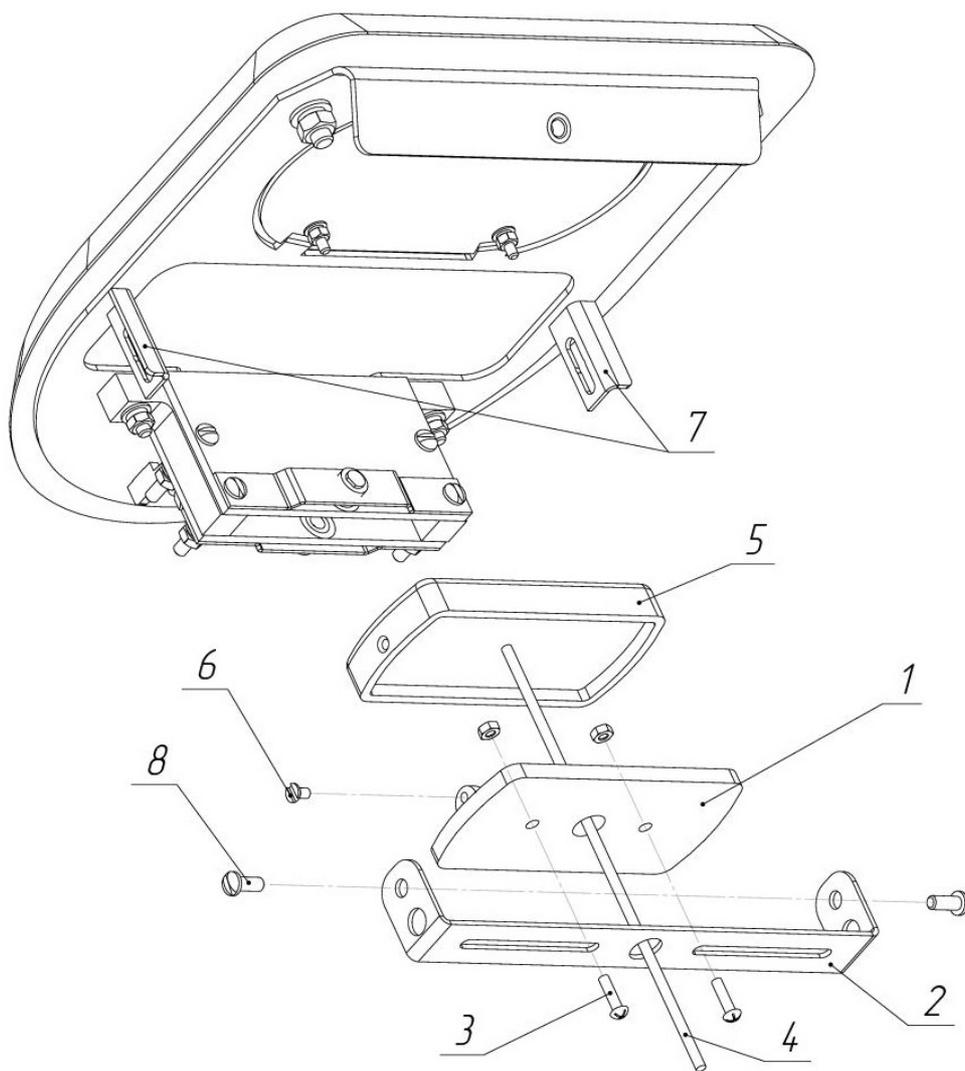
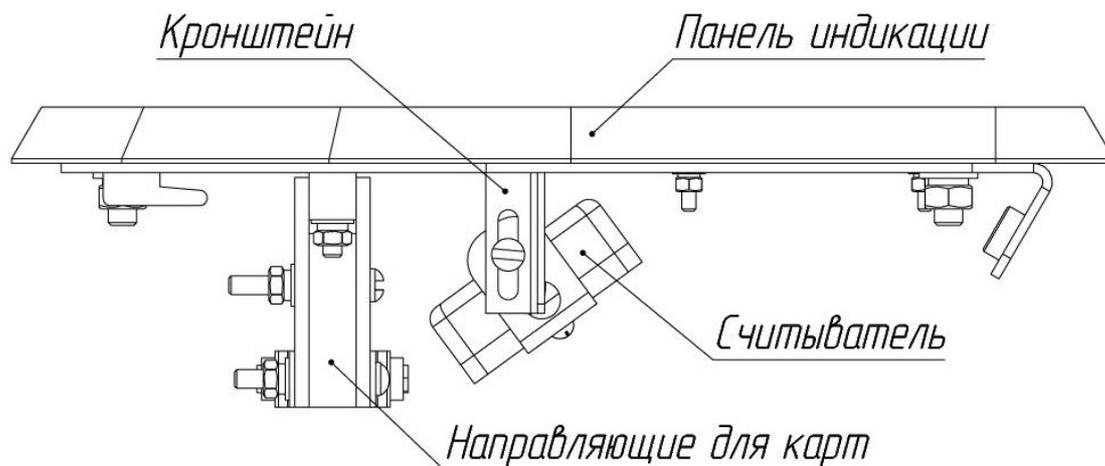

Рис. 17. Схема установки считывателя бесконтактных карт
Рис. 18. Рекомендуемый вариант установки считывателя бесконтактных карт
6.5.3. Выкрутите 2 винта М4 (8, рис. 17) и снимите универсальный кронштейн для считывателей (2, рис. 17).
6.5.4. Разберите считыватель, выкрутив винт М3 (6, рис. 17), и установите его нижнюю часть (1, рис. 17) на кронштейн, используя крепеж (3, рис. 17).
6.5.5. Заведите кабель считывателя (4, рис. 17) в отверстие кронштейна, установите верхнюю часть считывателя (5, рис. 17). Закрутите винт М3 (6, рис. 17).
6.5.6. Зафиксируйте кронштейн на держателях (7, рис. 17), используя винты М4 (8, рис. 17). Рекомендуется устанавливать считыватель под углом 40...50° к направляющим для карт (рис. 18). В этом случае гостевые и постоянные карты будут считываться одинаково хорошо.